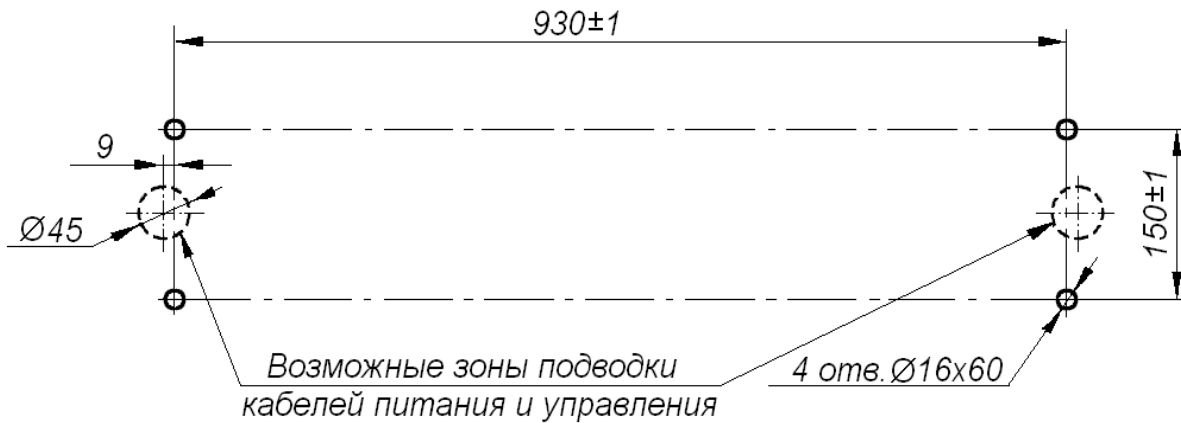

Рисунок 10. Схема разметки отверстий для крепления стойки турникета
8.4.3 При необходимости прокладки кабелей (13) и (14) под поверхностью пола подготовьте в полу кабельный канал, подходящий к зоне подводки указанных кабелей к стойке (рисунок 10).